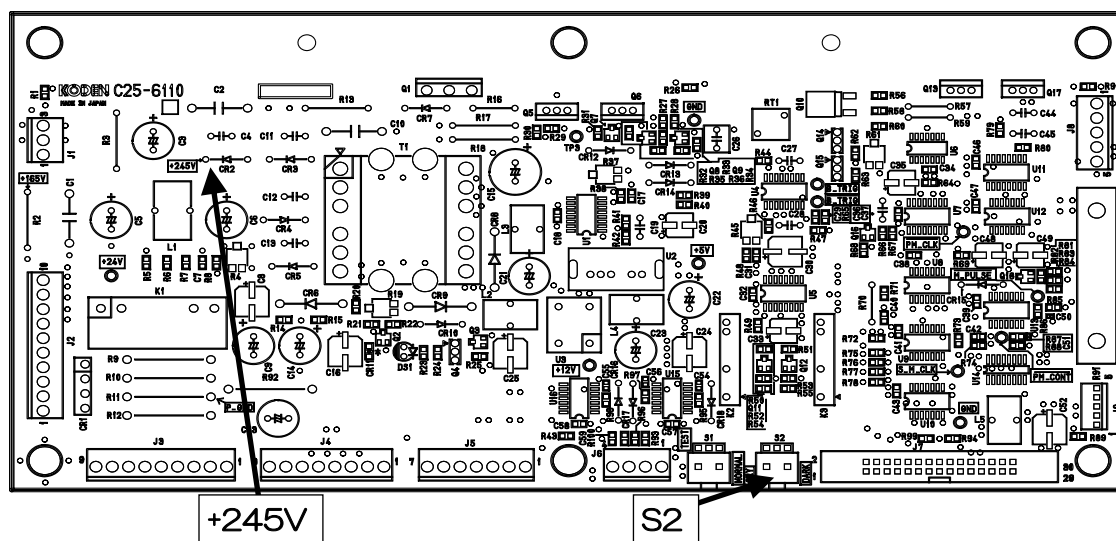

図 4.14 C25-6110 +245V 箇所配置説明図
1. C25-6110 CR2カソード (+245Vと記載) と GND (C25-6110の止めねじ) の電圧をテスターで確認してください。(図 4.14 参照)